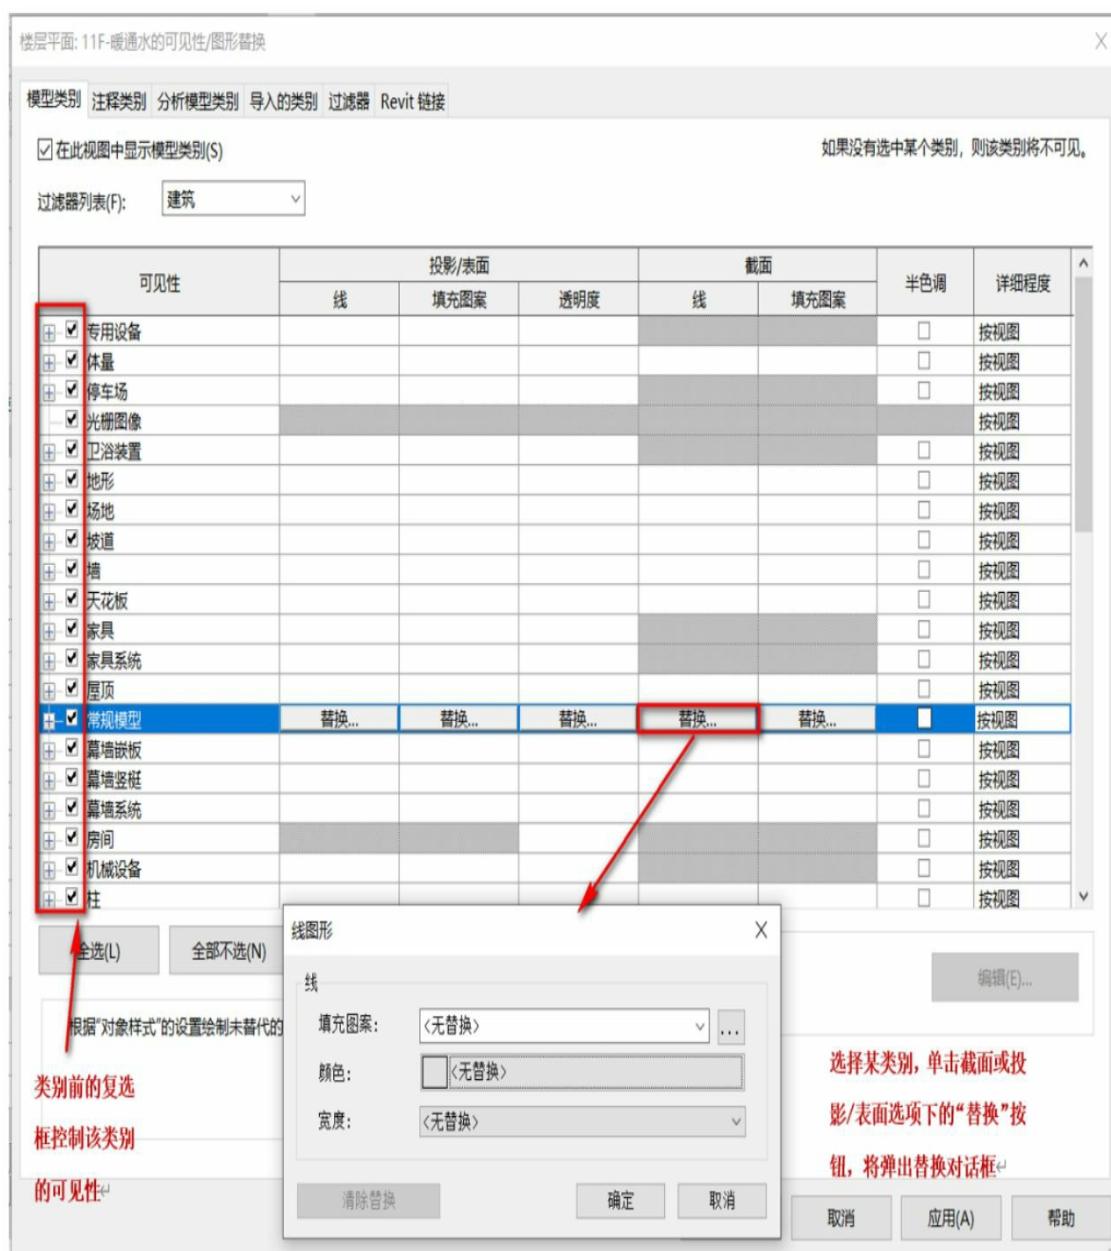

图1-18
的“编辑”按钮，打开“可见性/图形替换”对话框，如图1-18所示。
(2) 在“可见性/图形替换”对话框中，可以查看已应用于某个类别的替换。如果已经替换了某个类别的图形显示，单元格会显示图形预览。如果没有对任何类别进行替换，单元格会显示为空白，图元则按照“对象样式”对话框中指定的显示。
(3) 对图元的投影/表面线和截面填充图案进行替换，并能调整它是否半色调、是否透明，以及进行详细程度的调整，在可见性中的构件前打钩为可见，取消勾选为隐藏不可见状态，如图1-18所示。